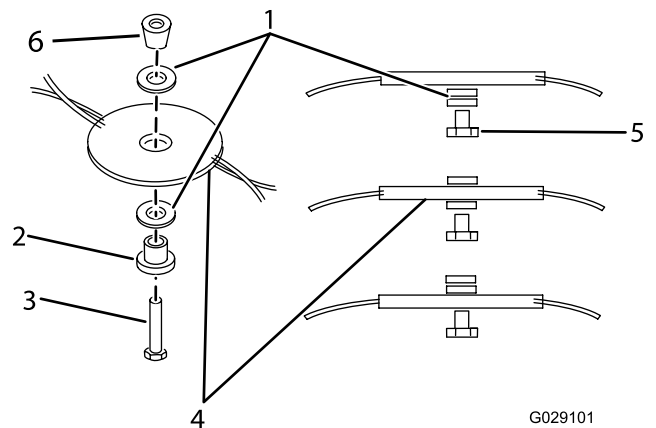

Figura 13
6. Riposizionate i distanziali all'altezza prevista e reinstallate il filo Flexiblade (Figura 13).